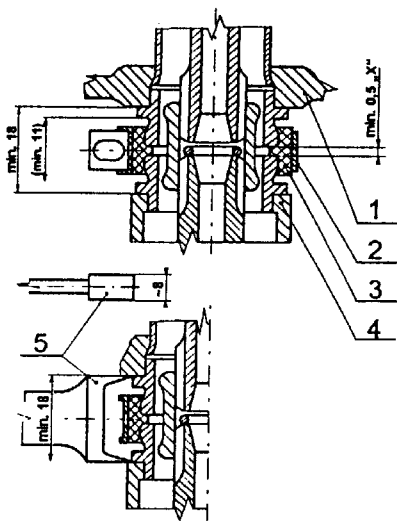

Рис. 7-11
- 3/ Проверьте зазор между стальными натрубками собирателя масла и картера кулачкового вала. Минимальный допустимый зазор 0,5 мм. Обыкновенно достигаемый зазор имеет значение 1 мм, см. рис. 7-11.